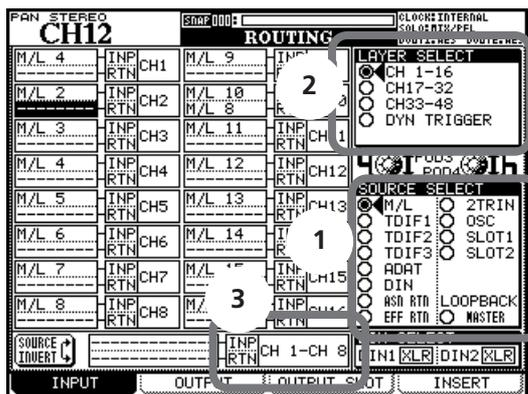

Figure 4.2: Routage des entrées
Les sources d'entrée sont les suivantes, comme listées en bas à droite de l'écran (1 en Figure 4.2, *Routage des entrées*):
- 2 Sélectionnez la couche de destination de ces sources d'entrée avec l'encodeur **POD 3** (2 dans la Figure 4.2, *Routage des entrées*).
Pour configurer 8 entrées/destinations à la fois, amenez le curseur sur la zone de configuration multiple en bas au centre de l'écran (3 dans la Figure 4.2, *Routage des entrées*). La destination est sur la droite et la source sur la gauche.